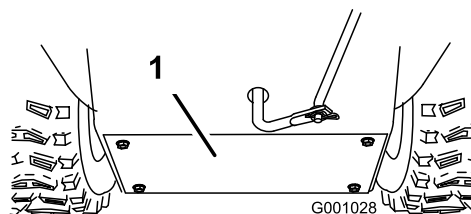

Figure 47
3. Retirez le couvercle arrière (Figure 47).